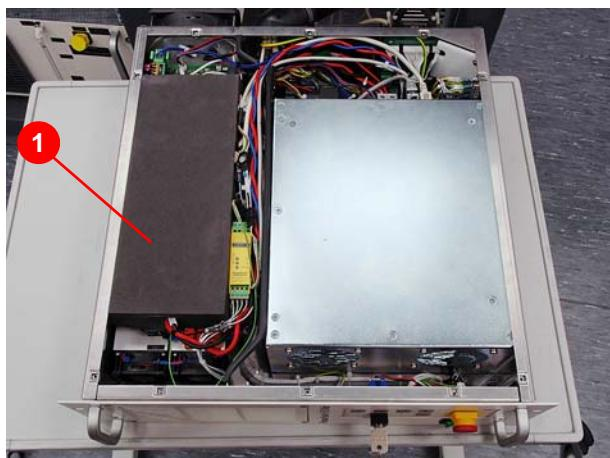

Abbildung 7.128 Versorgungseinschub
2. Wärmeisolierung über dem HF-Generator (1) (Abbildung 7.128) abnehmen.